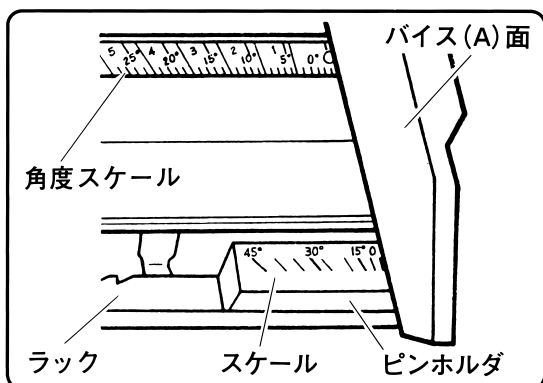

図 22
(2) バイス開閉レバーを左または右に倒すとラック (B) とピンホルダが左または右に動きます。バイス開閉レバーを操作して、バイス (A) 面とスケールの読みが角度スケールの読みに合うようにしてください。目盛が合うとピンがピンホルダにさし込める位置になります。(図22)
(4) バイス開閉レバーを左または右に倒し、ベースを回転させ、バイス (A) 面を角度スケールの目盛に合わせます。(図22)